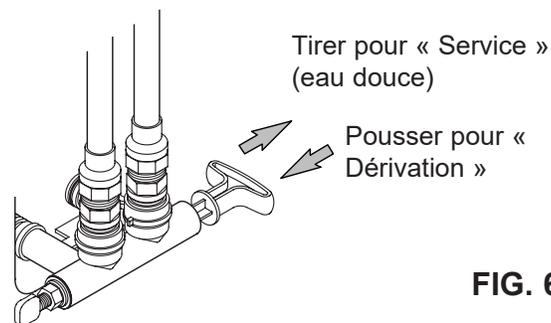
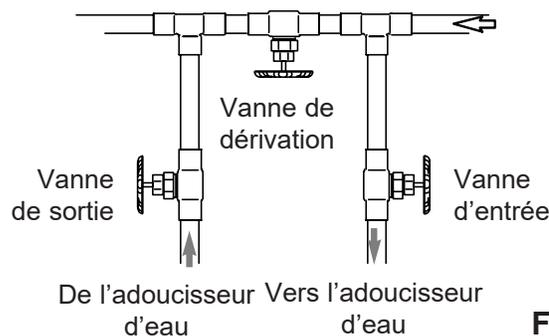

FIG. 6
FIG. 7
Installez toujours un by-pass simple (fourni), comme illustré sur la figure 6. Si vous préférez, vous pouvez acheter et assembler les pièces d'un système de dérivation à 3 vannes (non fourni), comme illustré sur la figure 7. Pour les besoins d'entretien de l'adoucisseur d'eau, les vannes de dérivation vous permettent de fermer l'eau qui lui est destinée sans que la tuyauterie de votre habitation reste à sec.
2. Mettez le by-pass (ou le système de dérivation à 3 vannes) en position de dérivation. Voir les figures 6 et 7 de la page 3.